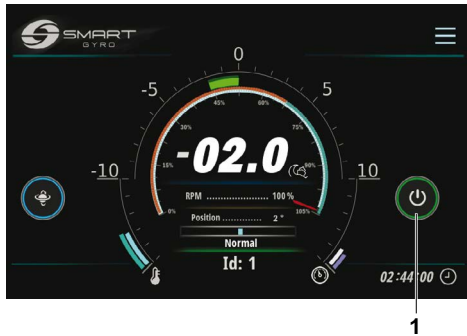

Figura 10
2. Pulse el icono de encendido (ENCENDIDO/APAGADO) (Figura 10, (1)).